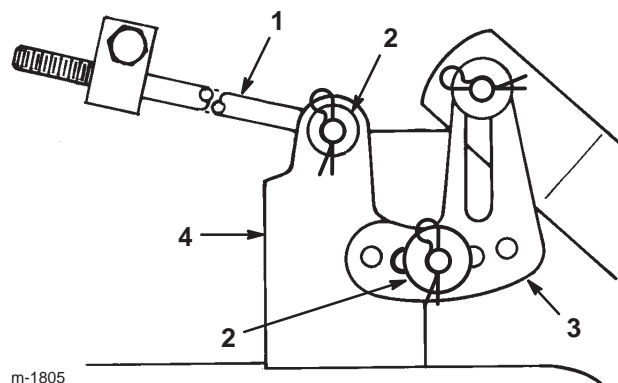

Bild 40
13. Schieben Sie das Ende der langen Stange durch das Loch in der Mähwerkbefestigung (Bild 40).
15. Montieren Sie die geschlitzte Mähwerknivellierhalterung am Stift am Schnitthöhenarm (Bild 40).